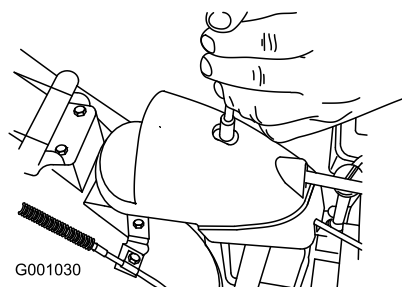

Figure 54
- Retirez la fixation du couvercle du secteur denté (Figure 54), soulevez l'avant du couvercle et faites-le coulisser en arrière de façon à l'écarter.